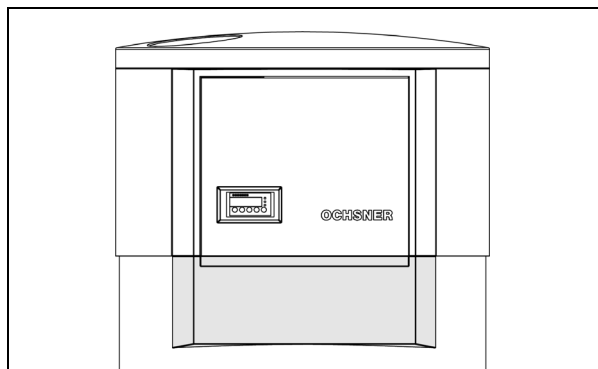

Figura 5: Pannello frontale (grigio)
- Afferrare il pannello frontale (Figura 5) sulla destra e sulla sinistra con entrambe le mani.